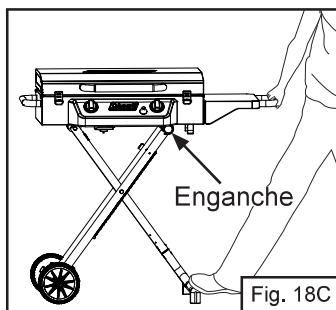

Fig. 18C
- Bloquee la parte superior del aparato en los ganchos de las patas como se muestra (Fig. 18C).